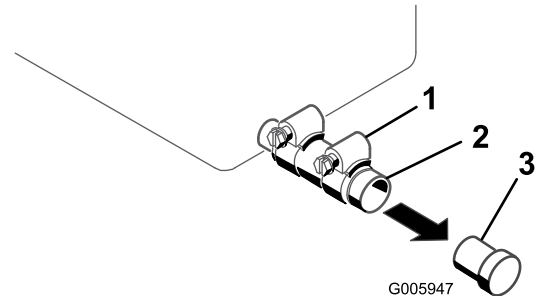

Figura 30
- Coloque un recipiente debajo del orificio de drenaje de aceite (Figura 30).
- Afloje la abrazadera y retire el tapón (Figura 30).